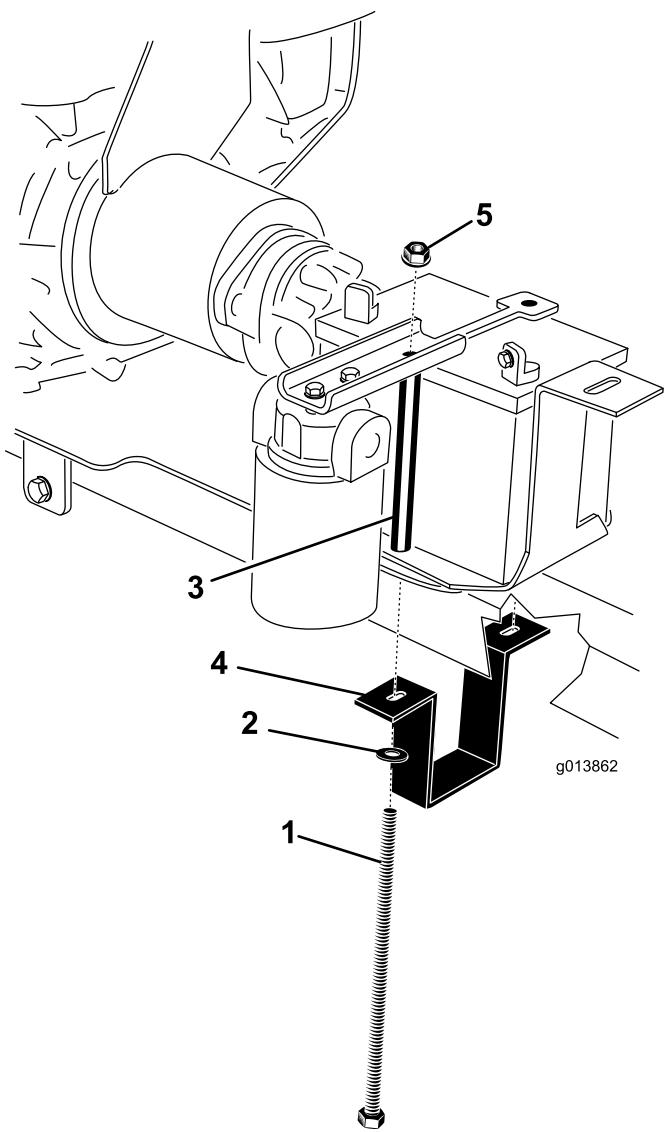

Figura 8
27. No lado esquerdo, instale um parafuso da bateria através da anilha, fita de montagem da bateria, placa de montagem do motor, tabuleiro da bateria, tubo do parafuso da bateria e suporte. Instale sem apertar uma porca flangeada (Figura 8).